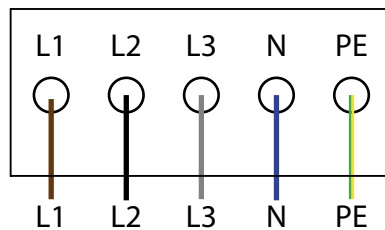

Figura 9: Conexão de 5 condutores
- 2. Ligue os fios de acordo com a identificação nos terminais da placa de circuito impresso (Figura 9 na página 20).